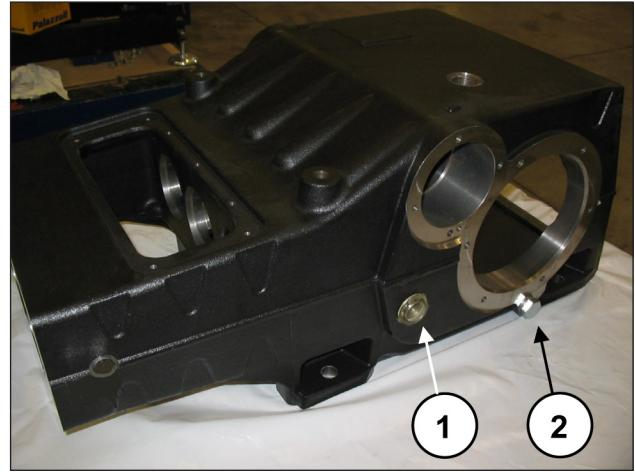

Fig. 47
Monte as duas luces do nível do óleo, as duas tampas de descarga do óleo e a ligação com engate rápido de 90° (pos. ①, ② e ③ Fig. 47).